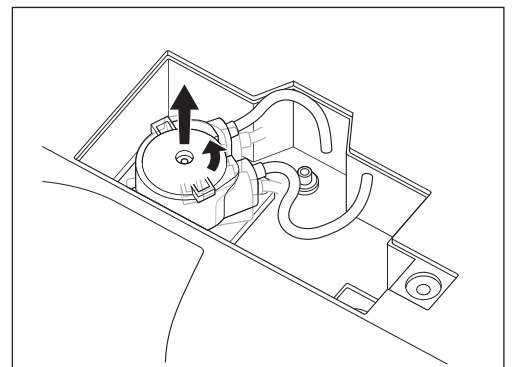

図55
- 5) 注水ポンプを左に「カチッ」と音がするまで回して、そのまままっすぐ引き抜きます (図55)。